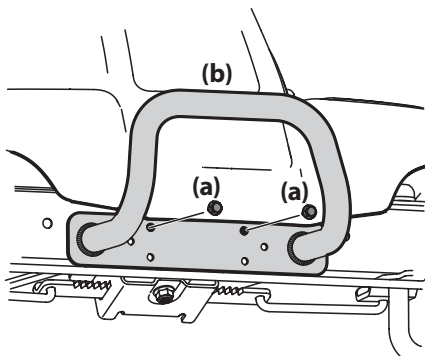

Figura 2-23
1. Extraiga los dos tornillos (a), como se indica en la Figura 2-23.
2. Ubique el paragolpes (b) sobre los orificios de montaje y sujete con los tornillos (a) que extrajo en el Paso 1. Consulte la Figura 2-23.